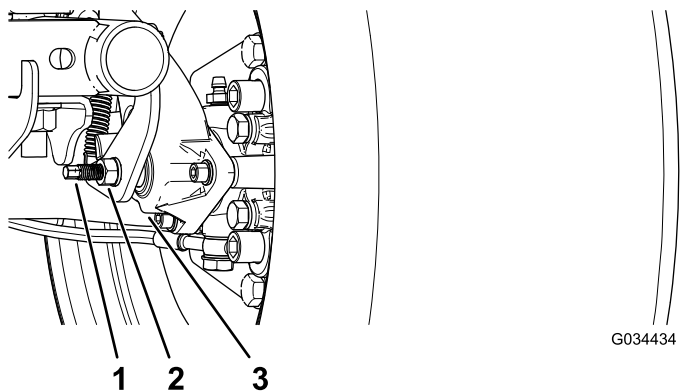

Рисунок 53
3. Используя два ключа, удерживайте регулировочный штырь на суппорте одним ключом и ослабьте контргайку на $\frac{1}{4}$ оборота другим ключом (Рисунок 53).
4. Удерживая регулировочный штырь и контргайку на месте, поверните регулировочный штырь для затягивания (Рисунок 53).
5. Удерживая регулировочный штырь и контргайку на месте, отверните штырь на $\frac{1}{4}$ оборота (Рисунок 53).
6. Удерживая регулировочный штырь и контргайку на месте, затяните контргайку (Рисунок 53).